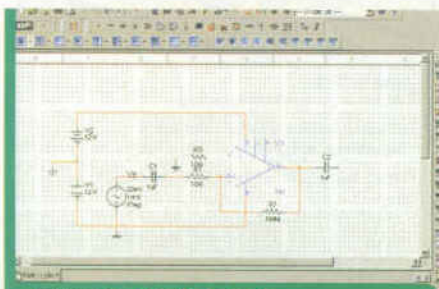

Figura 9 - Circuito pronto
Feita a escolha, é só clicar em (E) para que a fonte de sinal esteja pronta para ser usada no circuito que vai ser simulado. O circuito pronto é apresentado então na **figura 9**.